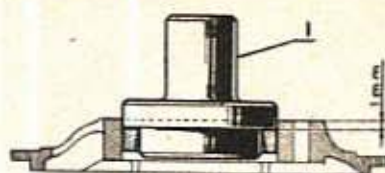

Fig. 105. — Mise en place dans le couvercle d'une bague extérieure de roulement
• Monter la bague extérieure de chaque roulement l'une dans le carter, l'autre dans le couvercle à 1 mm de la face extérieure (utiliser la chasse 1) (fig. 105).